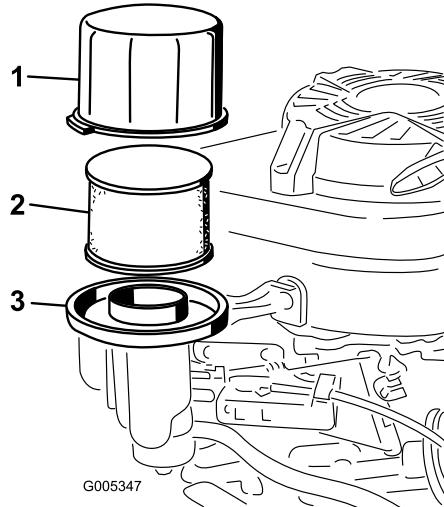

Figura 21
3. Retire la tapa y límpiela a fondo (Figura 21).
4. Retire e inspeccione el filtro de aire de papel (Figura 21), y deséchelo si está excesivamente sucio.
5. Retire el pre-limiador de gomaespuma y lávolo con un detergente suave y agua, luego séquelo apretando suavemente con un paño (Figura 21).